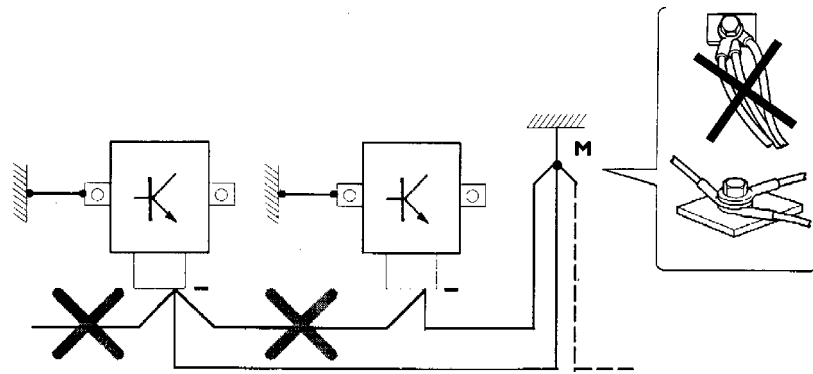

Figura 7
La conexión entre un componente y el punto de masa debe ser el más corto posible. Los conductores que convergen a un punto de masa (cabina y/o chasis) deben ser conectados a la “estrella” evitando sobreposiciones para minimizar las resistencias de contacto (figura 7, página 11).
- Los conductores negativos aislados de las centrales deben ser conectados a un punto de masa de la instalación (punto definido por el fabricante) o a un terminal negativo de la batería, evitando conexiones seriales o en cadena (figura 7, página 11).